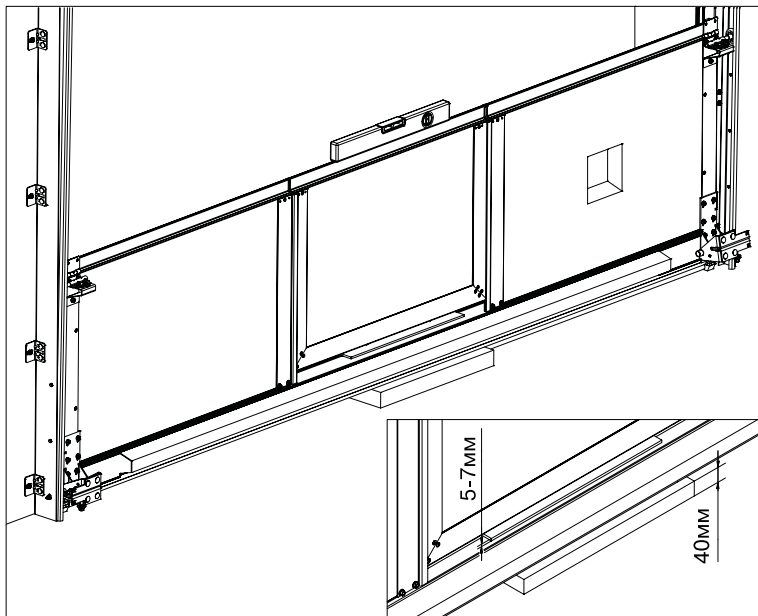

Рис.30
- установить нижнюю секцию на место монтажа (рис.30). Используя, при необходимости, подкладки, выставить секцию в горизонтальном положении. Подкладки устанавливаются под боковые упоры нижней секции. Плоскость расположения нижних торцов упоров должна совпадать с плоскостью нулевой отметки (с уровнем чистого пола). Максимальная высота подкладок не более 10 мм.
- горизонтальность установки секции определяется строительным брусковым уровнем, устанавливаемым на оголовки панелей и створки калитки (рис.30).